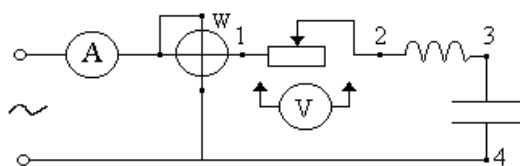

Рис. 3.
1. Соберите схему согласно рис. 3 .